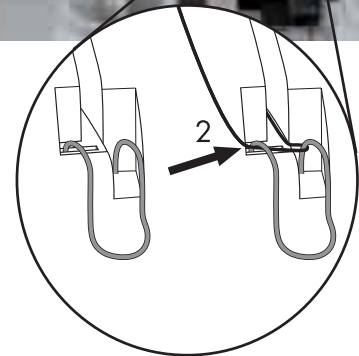

Fig. 31
3. Țineți firul fix cu degetul, ghidați-l între discurile comutatorului de tensionare a firului **14**, iar apoi trageți-l în jos (3) (fig. 31).